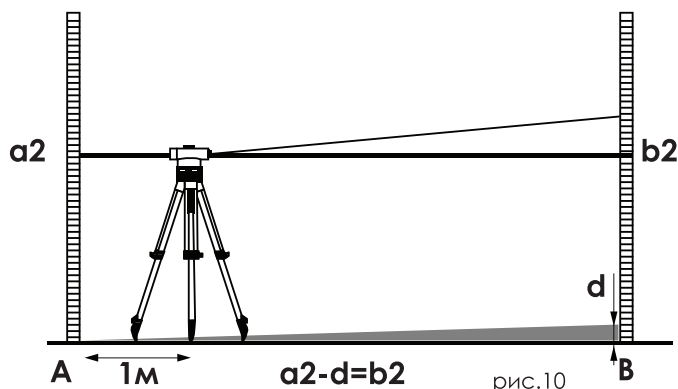

рис.10
2.2. Установите измерительный инструмент на расстоянии ок. 1м от нивелирной рейки A. После выравнивания и фокусировки измерительного инструмента считайте значение высоты a2 на нивелирной рейке A (рис.10).